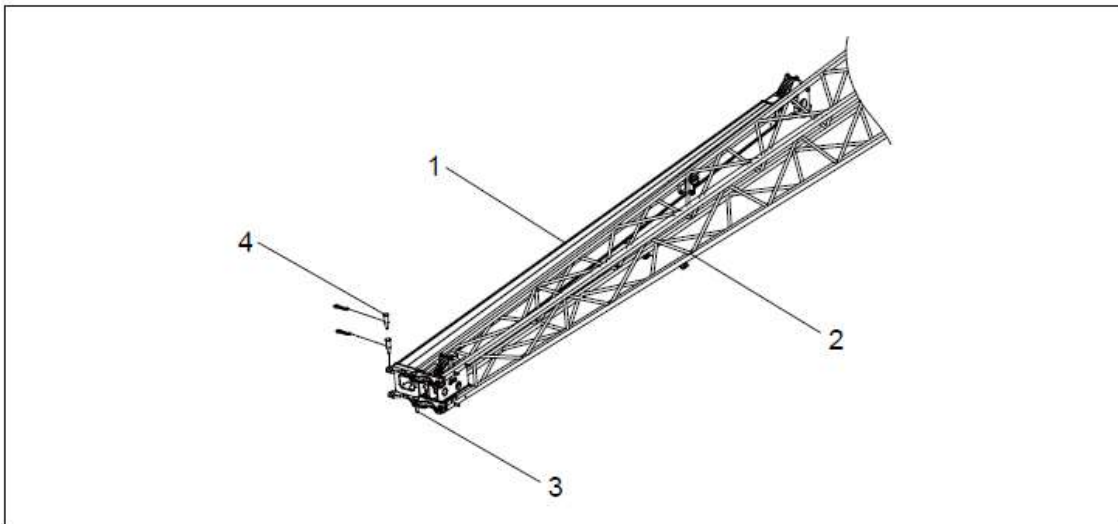

Fig.4-3.50
- 4) Insira o pino do eixo B quando o braço dobrável atingir a posição mostrada na Fig.4-3.50.